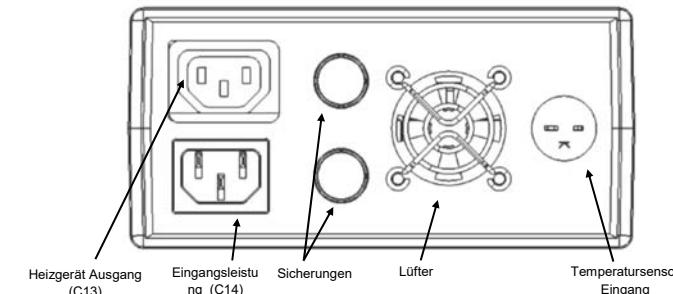

Abbildung 1
- Das Netzkabel an die Netzan schlussbuchse des Reglers anschließen (siehe Abbildung 1).
- Das Netzkabel des Heizgeräts an die Netzan schlussbuchse des Heizgeräts anschließen (siehe Abbildung 1).